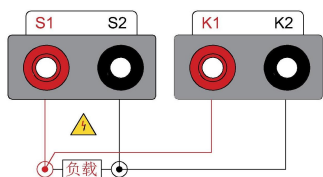

图 4、CT/PT 二次负荷
**CT 二次负荷测试：**按（图 4）与被测负荷/负载连接，选择二次负荷并点击测试即可自动开始测试。
**PT 二次负荷测试：**按（图 4）与被测负荷接线选择二次负荷并点击测试。结果显示二次实际负载和功率因数。